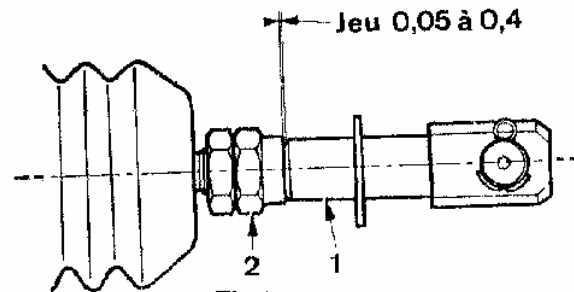

Fig 1
Lorsque la pédale de frein est au repos, il doit exister un jeu de 0,05 à 0,4 mm environ entre la tige de poussée (1) et l'écrou d'appui (2) du servo-frein (voir fig1).